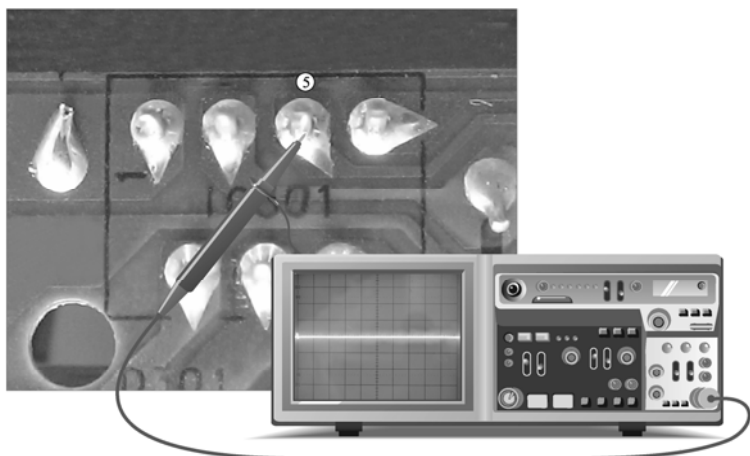
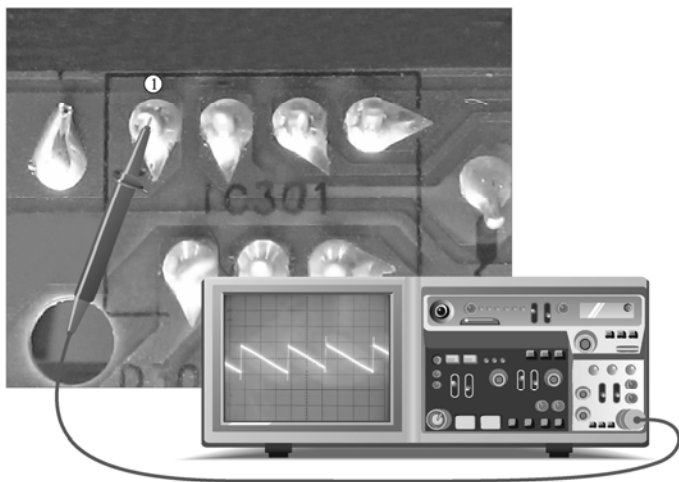

图 5-71 检测场扫描电路 IC301 信号输出端⑤脚的信号波形
图 5-72 检测场扫描电路 IC301 场锯齿波信号输入端①脚信号波形
判断场输出电路是否有故障，先检测是否有场信号输出，可使用示波器检测 IC301 ⑤脚，如图 5-71 所示。若该信号正常，则表示场扫描电路工作正常。
由如图 5-71 所示可知,在场输出级集成电路信号输出端⑤脚没有检测到任何信号波形,接下来就需要检测其输入端①脚接收同步信号处理电路送来的场激励信号是否正常,其检测方法如图 5-72 所示。